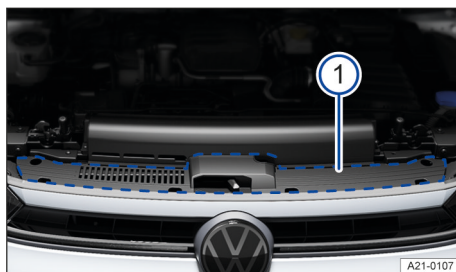

Fig. 185 Ubicación del adhesivo con la norma y la viscosidad del aceite del motor (representación esquemática).
- ① Información de la norma del aceite del motor
- ② Información de la viscosidad del aceite del motor
El adhesivo con la norma del aceite del motor prescrita se encuentra en la parte delantera del vano motor, a un lado del desbloqueo del capó delantero → fig. 185 ①.